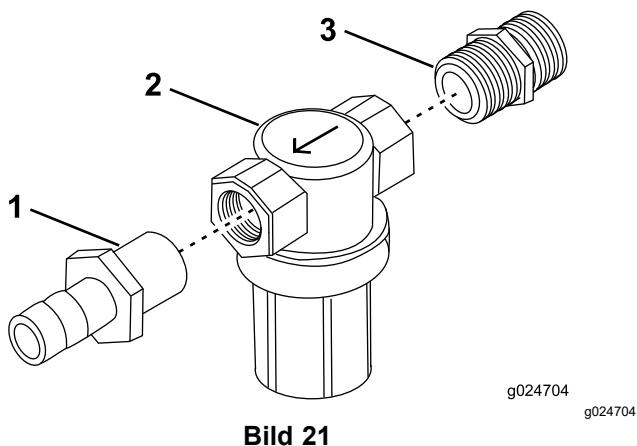

Bild 21
1. Stecken Sie den Nippel (1/2 Zoll NPT x 1/2 Zoll) in die Eintrittsöffnung der Druckfilter-Baugruppe, und das gerade Anschlussstück mit Widerhaken (1/2 Zoll NPT x 1/2 Zoll) in die Austrittsöffnung (Bild 21).